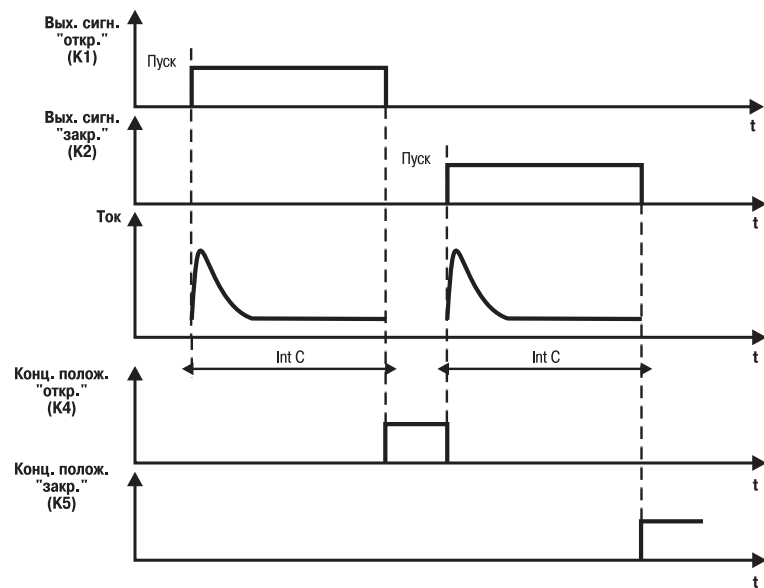

Рис. 7
3.2.11.1.3. При $\overline{PrES} = 2$ конечные положения определяются только по времени, определенной в параметре \overline{LnEL} (рис. 7).